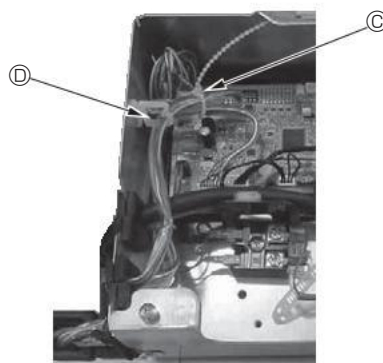

Fig. 10-14
- Plaats overvallende verbindingsbedrading van de i-See-sensor en signaalontvanger in de schakeldoos en in de bedradingklem zoals aangegeven in de tekening en bind de bedrading samen met de clip. (Fig. 10-14)